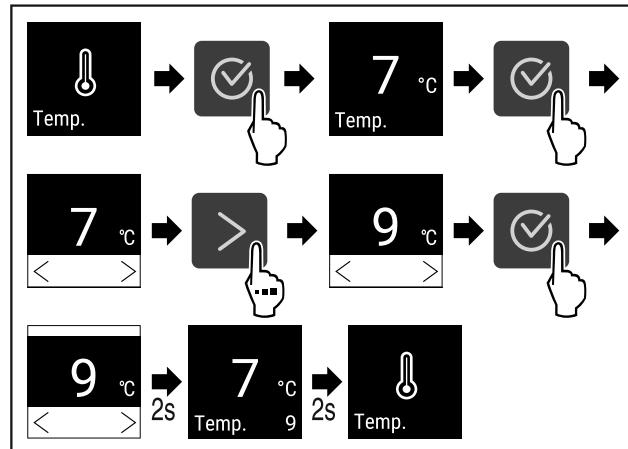

Fig. 67 Αλλαγή θερμοκρασίας από 7°C σε 9°C
- ▶ Εκτελέστε τα βήματα ενεργειών (βλέπε Fig. 67).